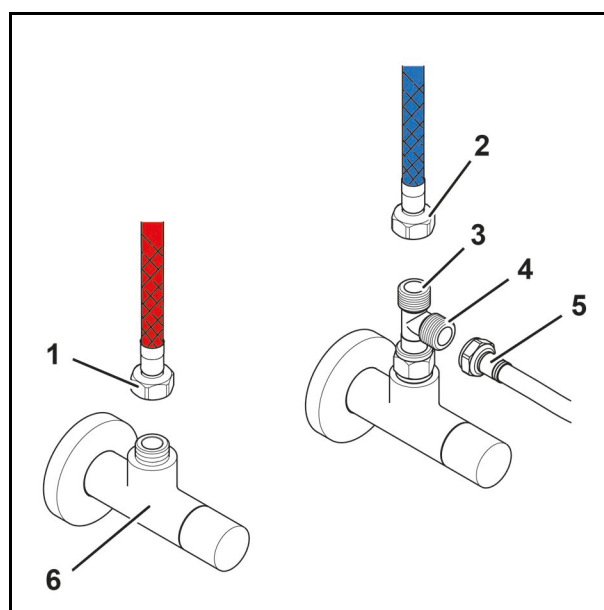

Abb. 17
5. Trennen Sie ggf. die externe CO2-Versorgung (Abb. 17/1) vom Untertischgerät (Abb. 17/2), siehe Kapitel 5.8.
6. Trennen Sie die Kaltwasserleitung (Abb. 17/5) des Untertischgeräts vom unteren Anschluss (Abb. 17/4) des T-Stücks.
7. Trennen Sie die Kaltwasserleitung (Abb. 17/2) der Armatur vom oberen Anschluss (Abb. 17/3) des T-Stücks.
8. Trennen Sie die Warmwasserleitung (Abb. 17/1) der Armatur vom Eckventil (Abb. 17/6).